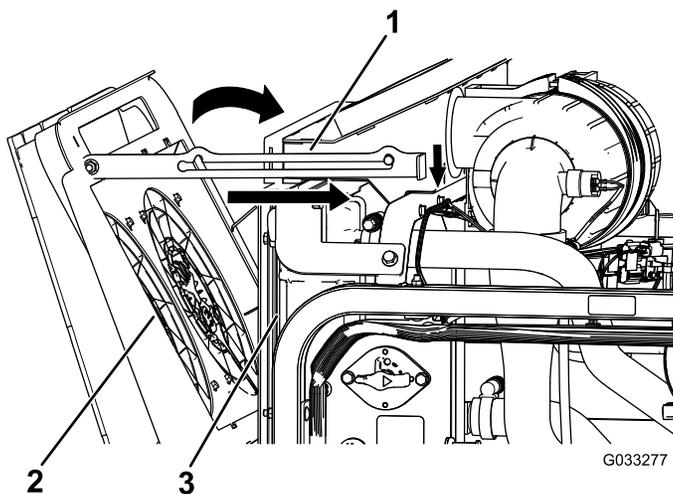

Bild 121
4. Drehen Sie die Kühlventilatoren des Motors nach vorne und arretieren Sie die Stützstange in der Kerbe (Bild 121).